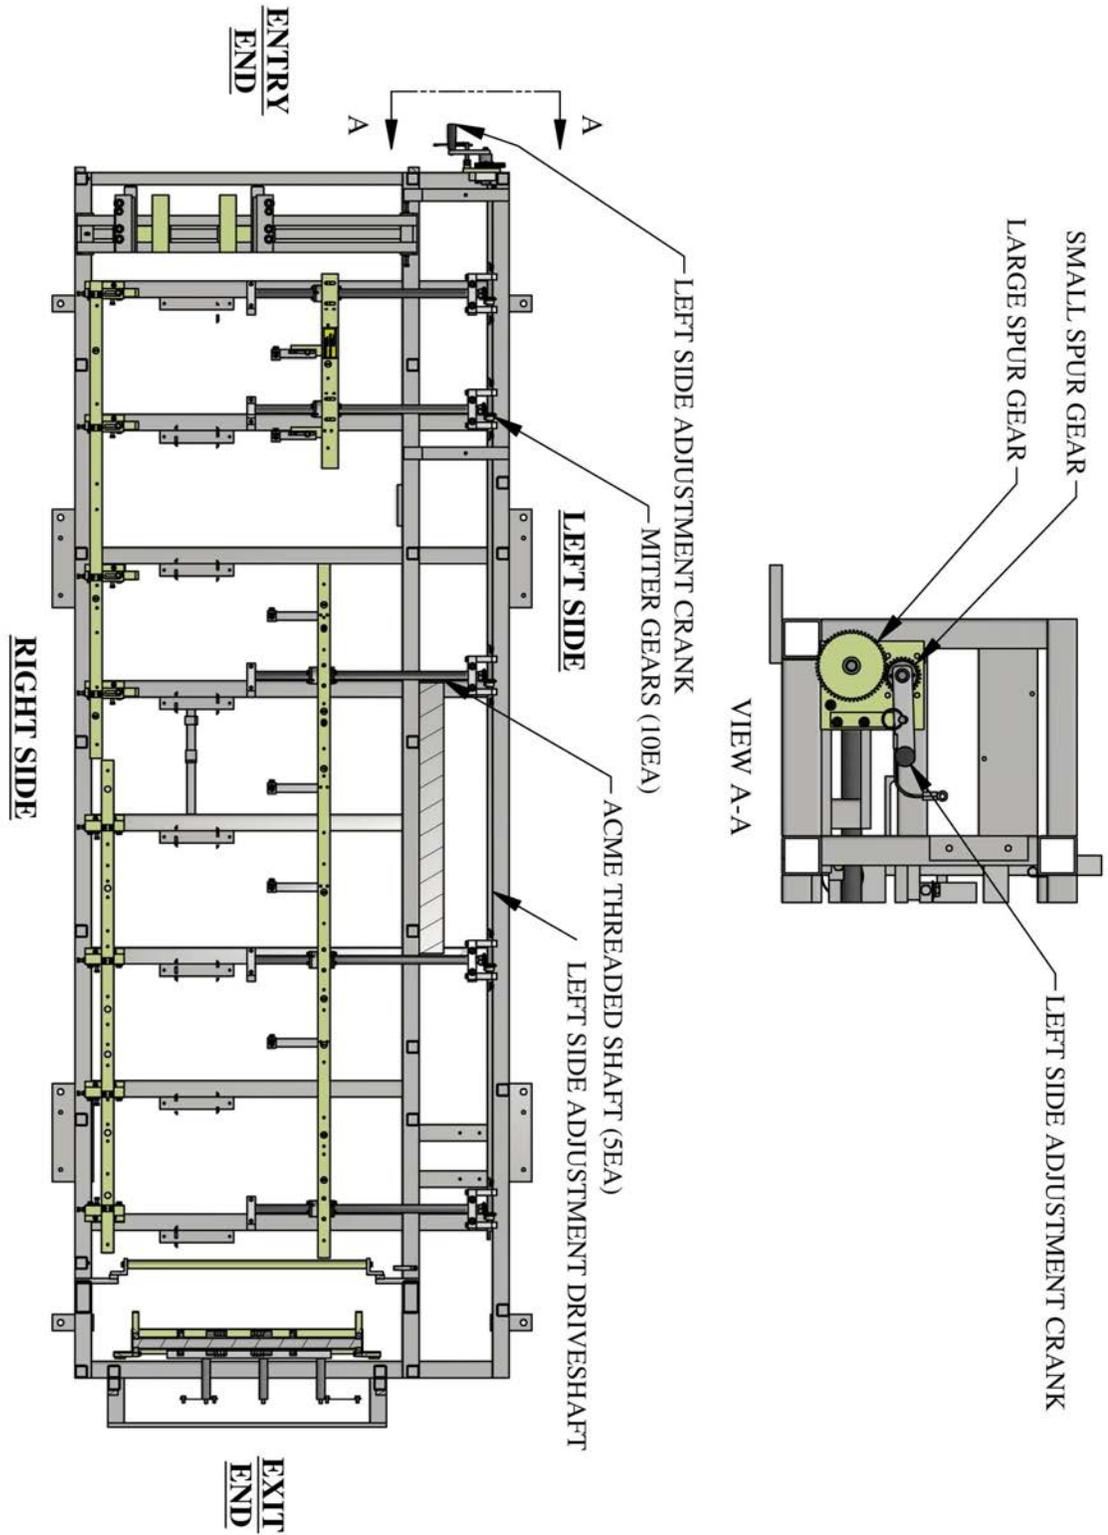

Ilustración 4: Ejes Acme y ajuste del Lado Izquierdo
10. Lubrique 5 ejes Acme (Ilustración 4) con lubricante en aerosol como considere necesario.
11. Lubrique engranajes Mitre (Ilustración 4) en las partes de engranajes Acme con lubricante en aerosol cuanto considere necesario.